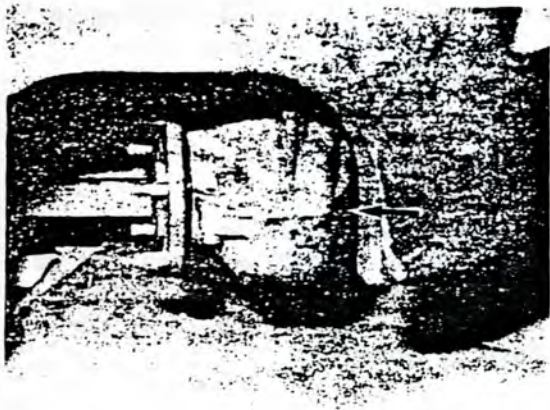

Fig. 8
- Getriebe einhängen. Um eine korrekte Lenkeinstellung zu bekommen, muß sich das Getriebegehäuse in Fahrtrichtung "rechts außen" (Fig. 8) befinden. Wird die obere Getriebeplatte am Getriebegehäuse befestigt, ist auf diese Stellungsform unbedingt zu achten.
- Attach transmission. In order to obtain correct steering adjustment, ensure that transmission housing is at "outer right" (Fig. 8), looking straight ahead. This positioning must be observed on all accounts when upper transmission plate is being attached to transmission housing.
- Accrocher la boîte de transmission. Pour obtenir un réglage correct de la direction, la boîte doit se trouver à l'extrême droite (fig. 8). Il est impératif de la fixer sur la plaque support dans cette position.